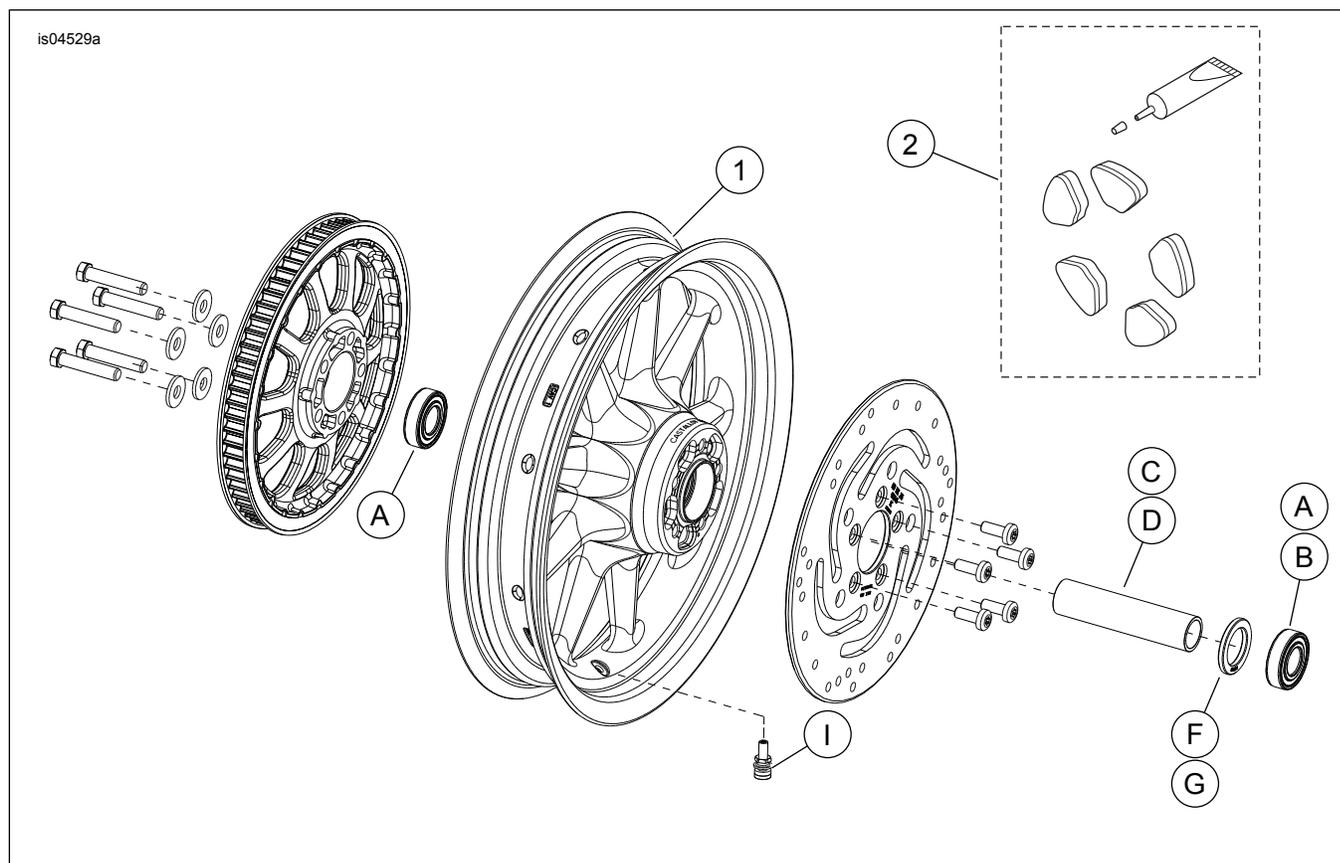

Figure 1. Pièces de rechange : Roues arrière à neuf rayons (16 pouces illustrée)
Voir Figure 1 et Tableau 2.
2. Voir Figure 1. Poser l'ensemble de tige de valve (H ou I) sur la roue. Se reporter au manuel d'entretien.